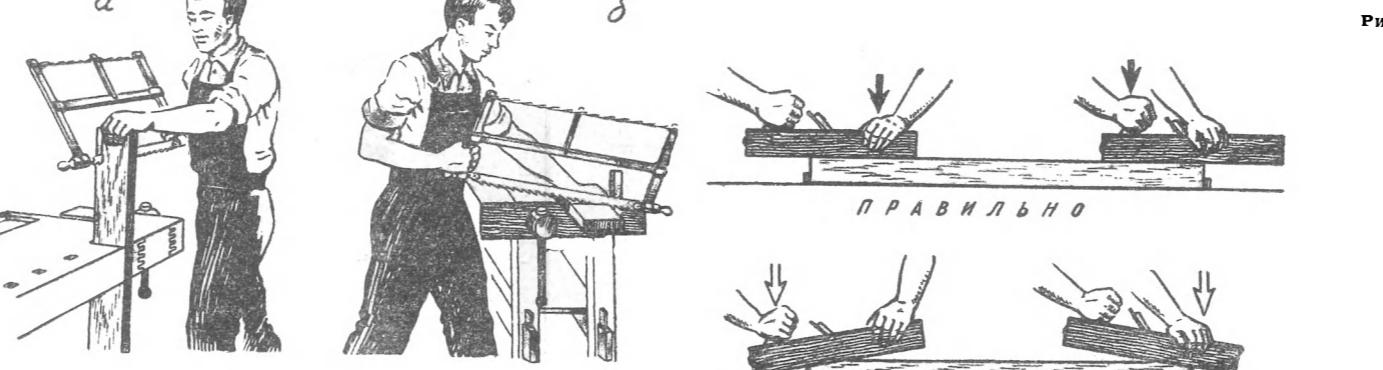

Рис. 18. Пиление:
**Пиление.** Лучковую пилу крепко держат правой рукой за стойку. Левая рука придерживает материал. Положение тела должно быть непринуждённым, корпус слегка наклонён, левая нога выступает вперёд (рис. 18). Если заготовка укреплена вертикально, то верхний конец её не должен быть выше плеча работающего.